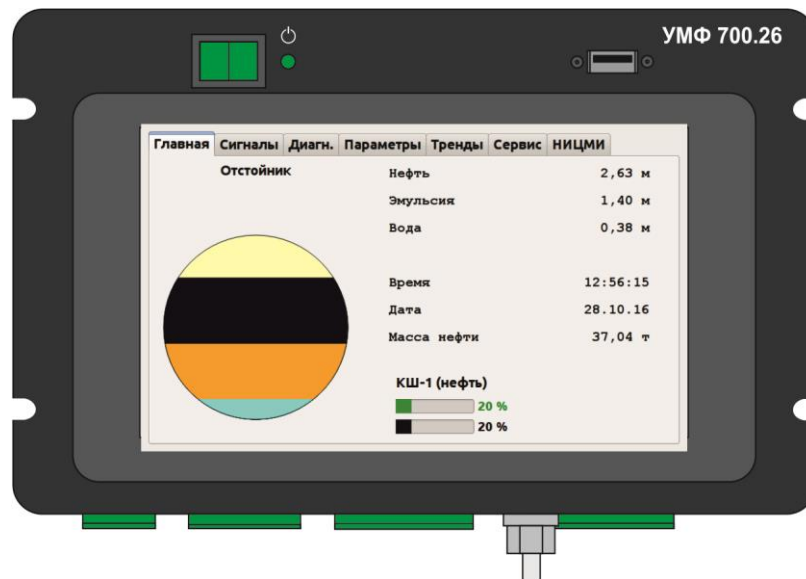

Рис.1. Общий вид контроллера УМФ700.26.
1.1. Контроллер УМФ700.26 (далее – контроллер) является вторичным прибором и предназначен для подключения к нему уровнемера многофазного или влагомера поточного на базе датчиков УМФ300 и УМФ700, а также применяется в качестве универсального многофункционального контроллера при наличии информации от внешних приборов по уровню или давлению. Контроллер представляет собой металлический прямоугольный корпус с сенсорным тактильным экраном на лицевой панели (рис.1).